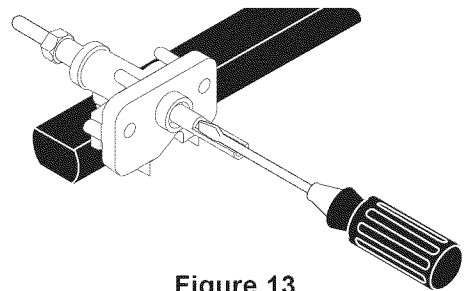

Figure 13
- Insérez un tournevis à pointe fine dans la tige creuse du robinet et insérez dans la tête de la vis. La hauteur de la flamme peut être augmentée ou diminuée en tournant la vis. Tournez la vis dans le sens anti-horaire pour augmenter la dimension de la flamme. Tournez la vis dans le sens horaire pour diminuer la dimension de la flamme (Figure 13).